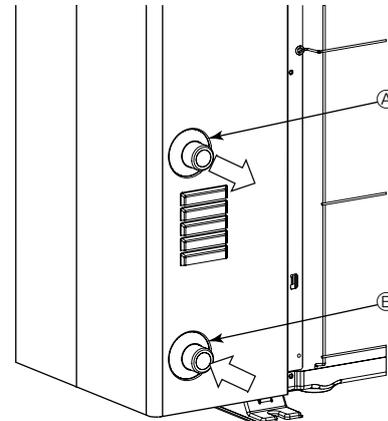

Fig. 5-1
5.1. Tilslutning af vandledninger (Fig. 5-1)
- Ind- og udgangsrørens placering er vist på Fig. 5-1.
[Fig. 5-1]